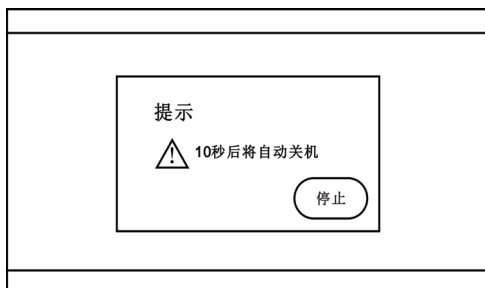

图 7 （自动关机界面）
(2) 关机。在仪器开机状态下，按一下电源键即可关机。在使用仪表时，无操作 15 分钟，会弹出如图 7 页面，提示仪表将关机，点击停止，即可恢复正常操作。